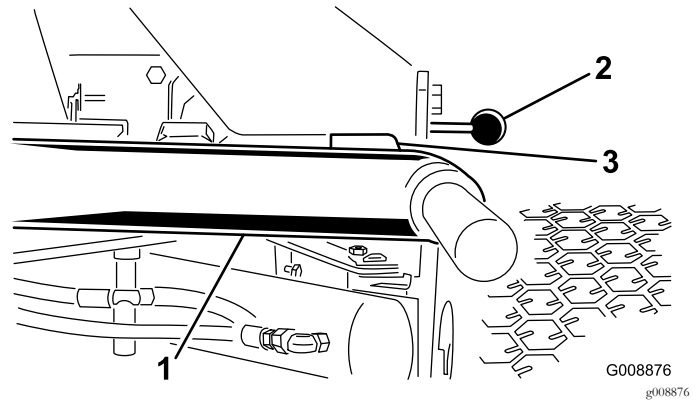

Bild 25
- Lassen Sie den Motor an, heben die Hubarme an und prüfen, ob der Abstand zwischen jedem Hubarm und der Bodenplattenhalterung zwischen 5-8 mm liegt (Bild 25).